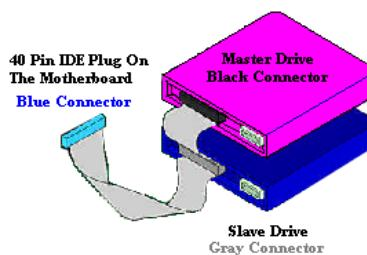

図 2-12. ATA/66 ケーブルの接続方法
■ 黒いコネクタをマスターハードドライブ上の相当するプラグに接続します。次に、グレーのコネクタをスレーブドライブ(セカンドリハードドライブ、CD ROM、テープドライブなど)上の相当するプラグに接続します。図 2-12 を参照してください。